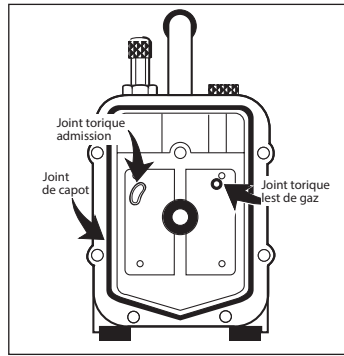

Figure 29
Étape 4 : insérer les joints toriques de l'admission et du lest de gaz dans le piège (figure 29). La garniture d'étanchéité est remplacée après la pose de la cartouche.